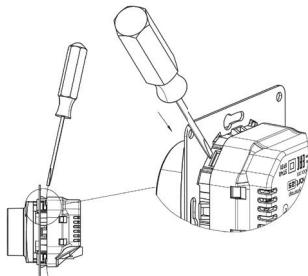

Abb. 4a / Fig. 4a / fig. 4a
1. Lösen Sie die vordere Abdeckung. Drücken Sie dazu vorsichtig mit einem dünnen Schlitzschraubendreher nacheinander auf die beiden Schnappverriegelungen an der Unterseite des Gehäuses und ziehen Sie die vordere Abdeckung vorsichtig in Ihre Richtung ab (Abbildung 4a).
1. Remove the front cover. For that, carefully press in turn, by thin slot screwdriver, the latches located on the lower side of the front cover, pulling it slightly out (Figure 4a).
1. Retirez le couvercle avant. Pour cela, appuyez délicatement à tour de rôle, à l'aide d'un tournevis à fente fine, sur les loquets situés sur la face inférieure du capot avant, en tirant légèrement vers l'extérieur (figure 4a).